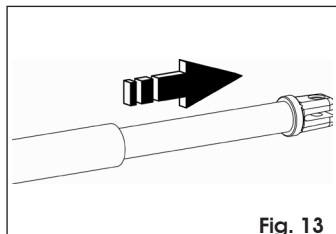

Fig. 13
4. Trek de buis er helemaal uit tot hij niet verder kan (Fig. 13).